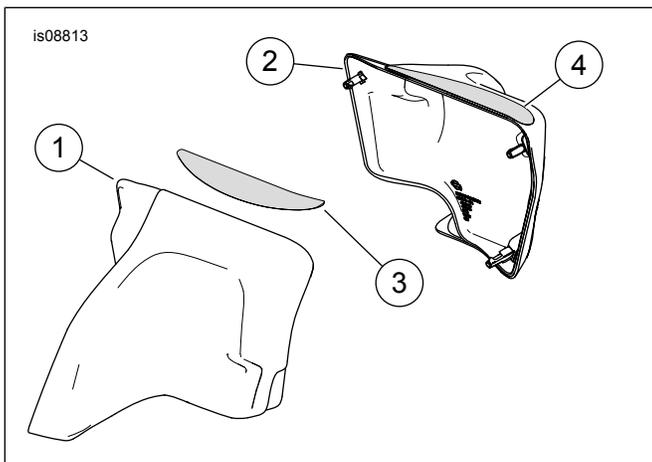

Figure 1. Pièces de rechange : Kit de couverture côté en tournée
Voir Figure 1 et Tableau 1 .
- Consultez Figure 1 . Déterminez la nature de chaque morceau de pellicule et l'endroit où ils doivent être installés avant de réaliser l'installation. Les morceaux de pellicule ont un côté désigné.
1. Consultez Figure 1 . Nettoyez soigneusement les surfaces de pose. Laissez sécher complètement.